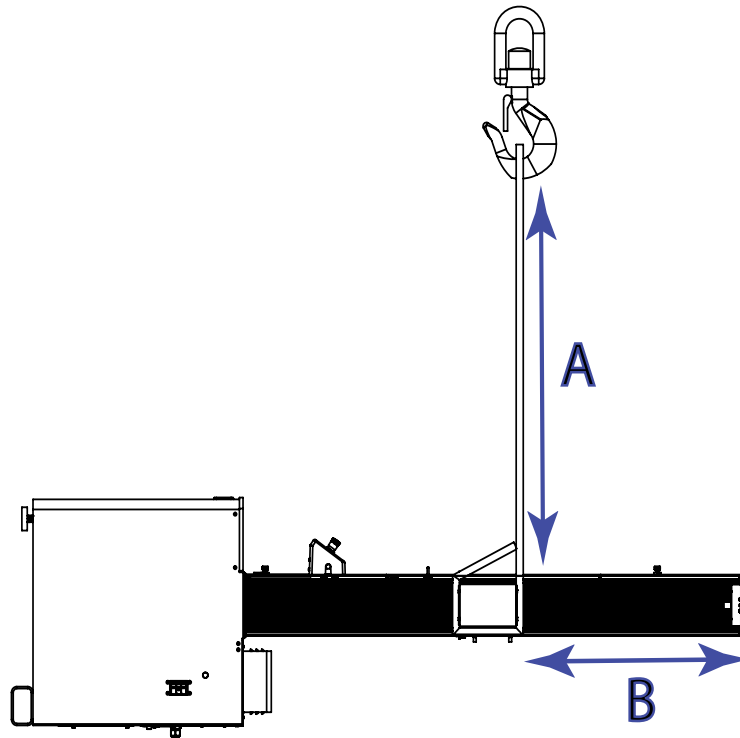

Figura 23. Colocación de las eslingas de elevación
2. Coloque las dos eslingas de elevación en la cruceta y engánchelas al gancho de la grúa como se muestra en la Figura 23 en la página 80. Si utiliza cadenas en lugar de eslingas, envuelva la cruceta y la placa superior con un material protector para evitar arañazos y daños superficiales.
La longitud de la eslinga (A en la Figura 23 en la página 80) debe ser mayor que la distancia necesaria para que haya espacio suficiente para la placa superior (B en la Figura 23 en la página 80). De este modo, se garantiza que el gancho no provoque daños en el bastidor durante la elevación.